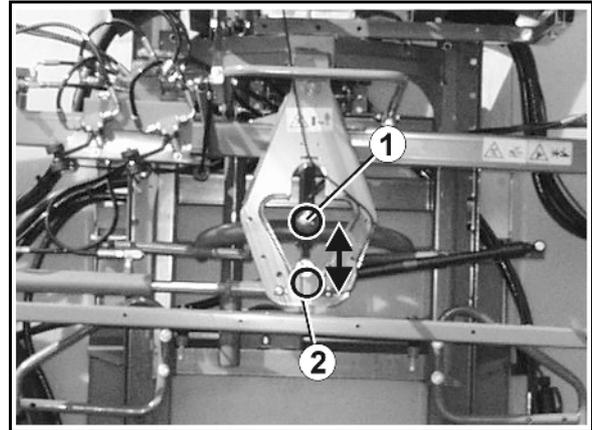

Fig. 60
Déverrouillez l'amortissement tri-directionnel (Fig. 60/1):
- L'amortissement tri-dimensionnel est déverrouillé (Fig. 60/1), lorsque le symbole de cadenas **AMATRON+** ouvert s'affiche à l'écran.
- L'amortissement tri-dimensionnel (Fig. 60/1) se déverrouille et la rampe dépliée est en mesure de bouger librement par rapport au support de rampe. Le dispositif de protection de l'amortissement tri-dimensionnel est enlevé ici pour faciliter la démonstration.
Verrouiller l'amortissement tri-dimensionnel (Fig. 60/1):
L'amortissement tri-dimensionnel est verrouillé (Fig. 60/1), lorsque le symbole du cadenas fermé s'affiche sur l'écran du **AMATRON+**.